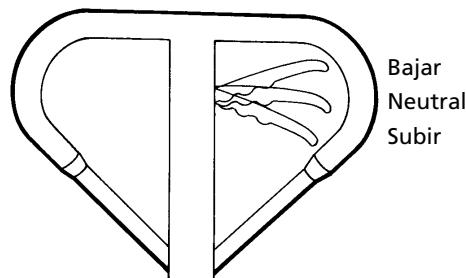

Figura 7 – Palanca de control
- Coloque el control de ascenso/descenso en la posición LOWER (BAJAR) o posición "superior" (vea la Figura 7). Accione varias veces el manubrio para dejar escapar el aire de la bomba.
La palanca de control de tres posiciones se usa como se indica a continuación (vea la Figura 7):